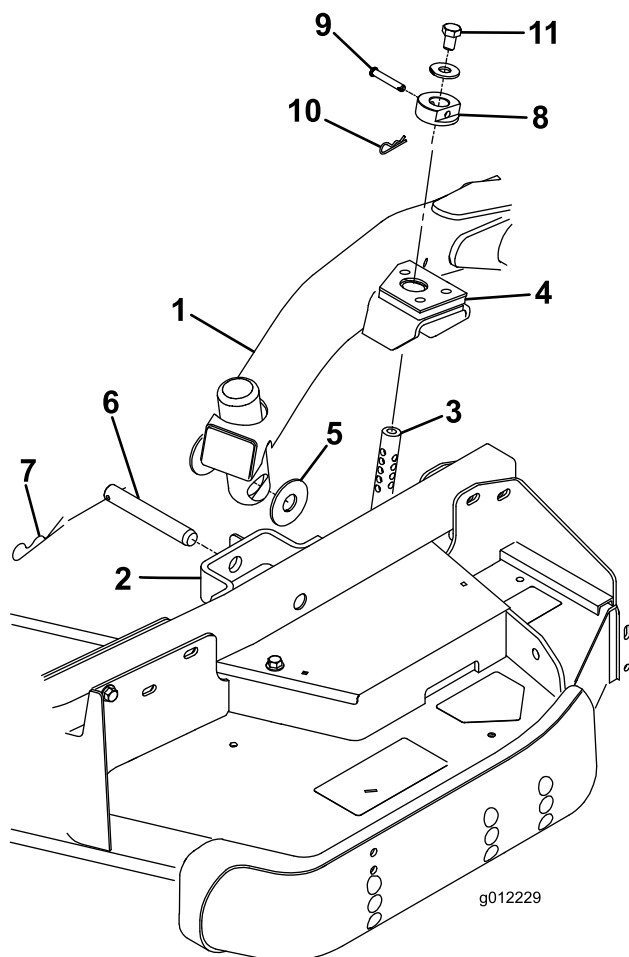

Figura 3
2. Portate la leva di sollevamento in posizione Float. Spingete verso il basso un braccio di sollevamento fino a quando i suoi fori non si trovano allineati ai fori della staffa del braccio della ruota orientabile e l'asta dell'altezza di taglio può essere inserita nei pattini del braccio di sollevamento (Figura 3).
3. Fissate il braccio di sollevamento al braccio della ruota orientabile con (2) rondelle di spinta, un perno con testa e una coppiglia. Posizionate le rondelle di spinta tra il braccio di sollevamento e la staffa del braccio della ruota orientabile (Figura 3). Inserite l'estremità della coppiglia nell'apposito intaglio di ritegno presente sulla linguetta del braccio della ruota orientabile.
7. Montate i collari dell'altezza di taglio sulle aste dell'altezza di taglio e fissateli con dei perni con testa e delle coppiglie (Figura 3). La testa del perno deve essere rivolta verso la parte anteriore del piatto di taglio.
8. Montate un bullone da 1/2 x 3/4 pollici e una rondella sulla sommità di ogni asta dell'altezza di taglio (Figura 3).